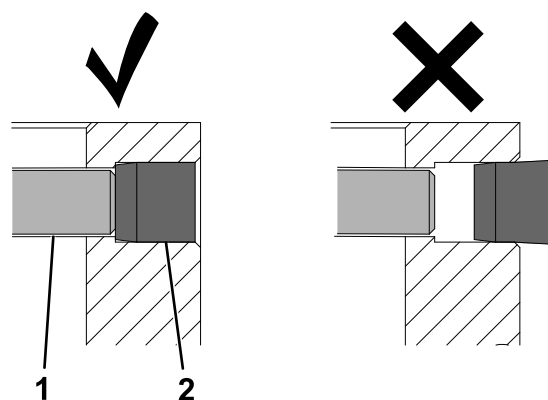

Figura 11
**Importante:** Asegúrese de que el tapón del tope está insertado totalmente en la carcasa, tal y como se muestra en la Figura 11.